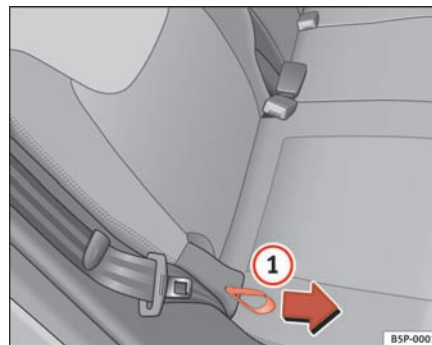

Fig. 98 Indstilling af ryglæns hældning, bagsæde
- Hold fast om ryglænet øverst oppe. Træk stroppen på siden af sædet ⇒ side 131, fig. 98 ① i pilens retning, og hold stroppen i denne stilling. Skub ryglænet tilbage i den ønskede position, og slip stroppen.